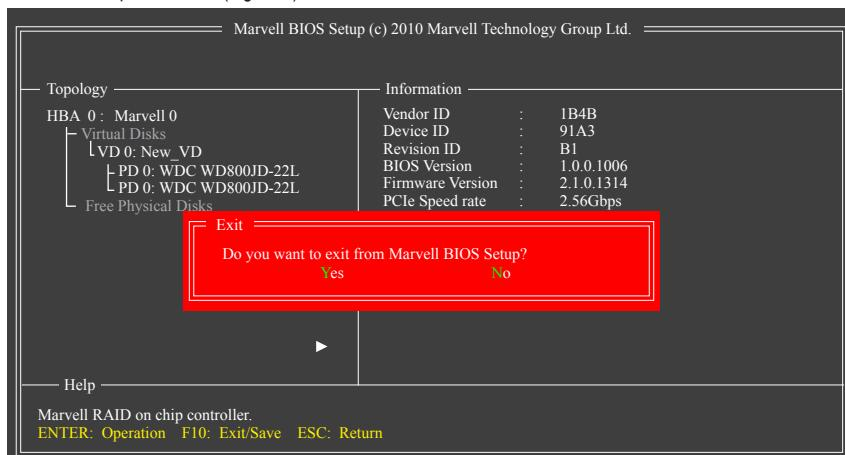

Figure 7
**7. Save the Settings and Exit** Lorsque vous avez fini la configuration du RAID et avant de quitter l'écran de configuration, n'oubliez pas d'appuyer sur <F10> dans l'écran principal. Appuyez sur <Y> pour confirmer ou sur <N> pour annuler (Figure 7).